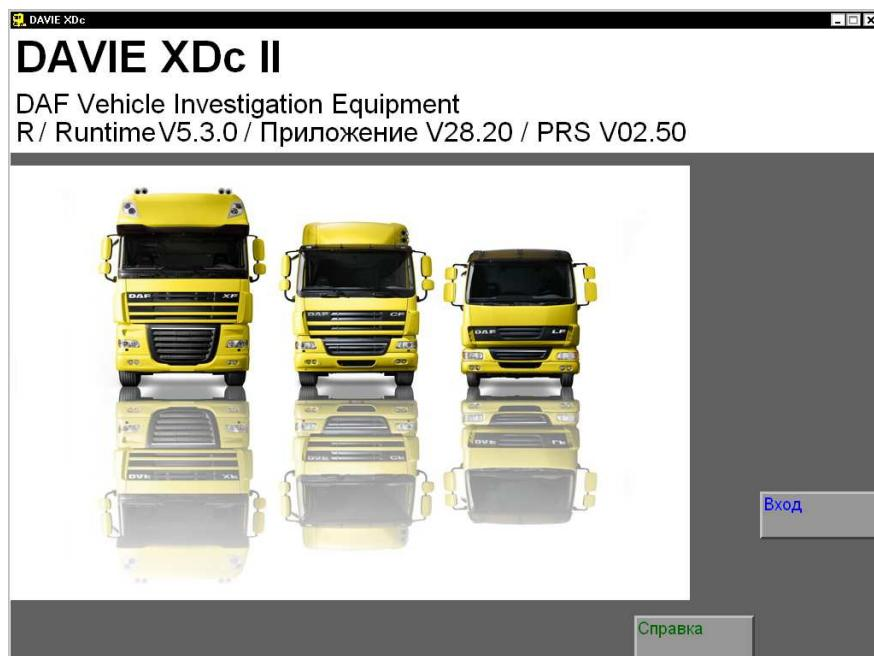

Рис. 4-2 Начальный экран перед входом
1. Нажмите кнопку "Войти" (см. Рис. 4-2).